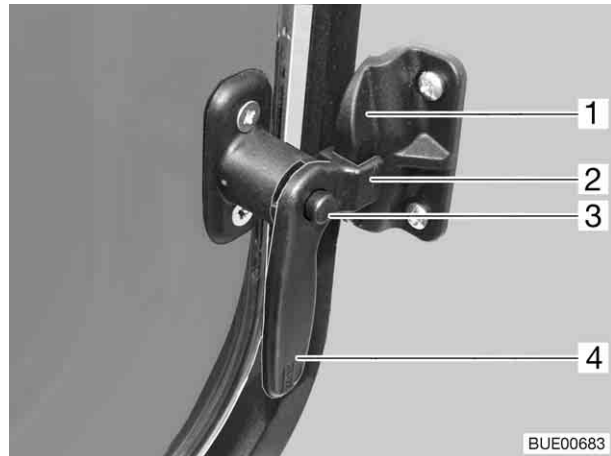

Fig. 21 Fenêtre de la porte cellule sur la position "Aération permanente"
- Enfoncer le bouton de sûreté (Fig. 21,3) et le maintenir enfoncé.
- Tourner le levier de verrouillage (Fig. 21,4) vers le centre de la fenêtre.
- Remettre le levier de verrouillage en position initiale. Insérer alors la fourche (Fig. 21,2) du levier de verrouillage dans le verrouillage de fenêtre (Fig. 21,1).